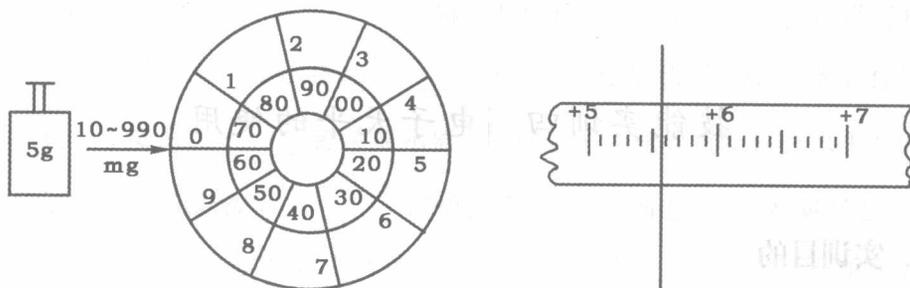

图 3-2
(1) 调节水平的速度 \_\_\_\_\_ (快、慢、一般、无法完成)。
(2) 调节零点的速度 \_\_\_\_\_ (快、慢、一般、无法完成)。
(3) 一同学的粗称结果为 15.60g, 在分析天平上正确使用粗称的方法是 \_\_\_\_\_。
(4) 在试重时, \_\_\_\_\_ (半开、全开) 天平, 是为了快速判别 \_\_\_\_\_。
(5) 读数时, 天平一定要 \_\_\_\_\_ (全开、半开)。
(6) 若天平示数如图 3-2 所示, 读数为 \_\_\_\_\_。